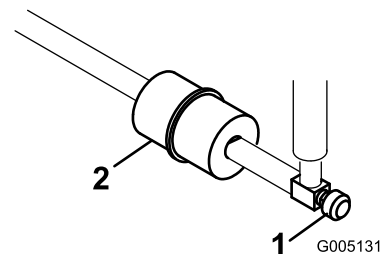

Figure 33
Le filtre à carburant en ligne se trouve dans la conduite d'alimentation, entre le réservoir de carburant et le carburateur (Figure 33).
- Fermez le robinet d'arrivée de carburant (Figure 33).
- Placez un bac de vidange sous le filtre, desserrez le collier sur le côté carburateur du filtre, et débranchez la conduite de carburant du filtre (Figure 33).
- Desserrez l'autre collier et déposez le filtre (Figure 33).